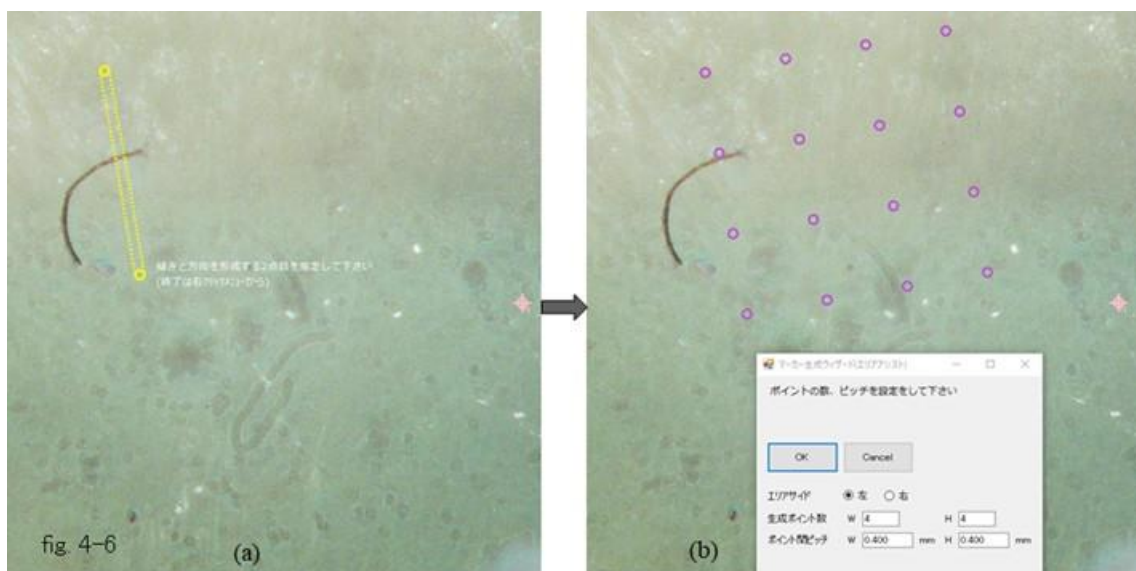

図 4-6
- ① 上部タブで矢印次いで line タブをクリックする。
- ② 採取をしたい line 状にマウスを合わせて左クリックをし、第 1 の位置マーカを表示する。
- ③ 第 1 のマーカを起点として望みのライン上に第 2 の位置マーカを表示する。
- ④ 採取ポイント数および採取間隔の指定ウィンドーが表示される。採取ポイントおよび間隔を打ち込む
- ⑤ OK ボタンを押す。
- ⑥ 採取位置をずらしたいときには、ずらしたい位置マーカを左クリックして黄色表示にしてから望みのところにドラッグする。
- ⑦ 以下、"sampling"タブを開き、"get"ボタンを押して座標を取り込み、"start"ボタンを押して採取・回収を行う。
- ① 上部タブで矢印ボタン、次いで area ボタンをクリックする。
- ② マウスを用いて第 1 位置マーカおよび第 2 位置マーカを決める。(図 4-6(a)) このラインおよびそれに直角なラインで決定されるマトリックスに沿って採取が行われる。
- ③ マトリックスの縦および横の間隔、採取部位の数を指定するウィンドーが現れるのでこれらを指定する。(図 4-6(b))
- ④ "sampling"タブを開いて"get"ボタンを押し、採取部位の座標を取り込み、採取をする(前述の line の場合と同じ)。